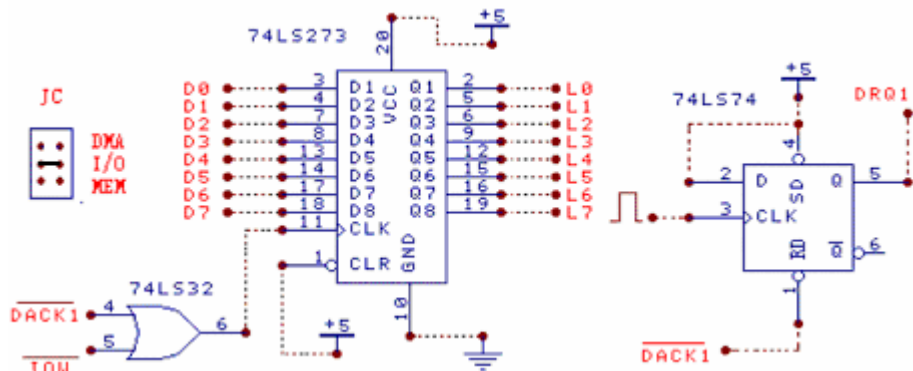

图14-2
- 2、用通用插座按图14-2连接好电路(74LS74利用实验台上的D触发器)。编程将主机内存缓冲区D4000H, 偏移量为0的10个数据, 使用Demand Mode DMA方式从内存向外设传送。